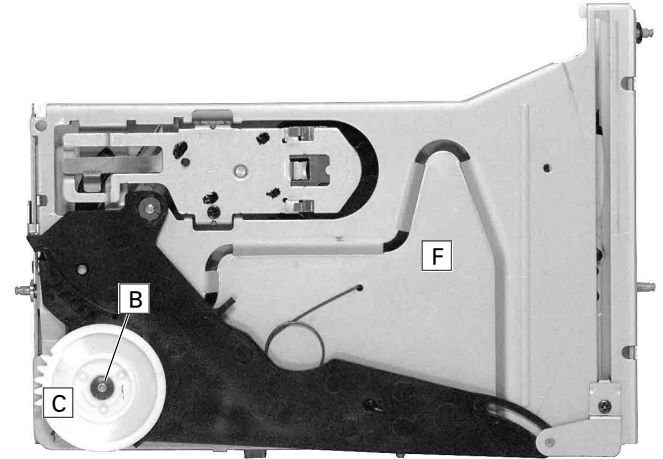

Fig. 15
- Sicherungsscheibe **B** abziehen und Zahnrad **C** herausziehen (Fig. 15).